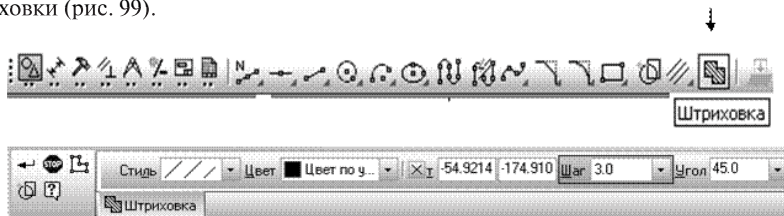

Рис. 99
18. Активизировать команду *Штриховка* в панели свойств и установить параметры штриховки (рис. 99).